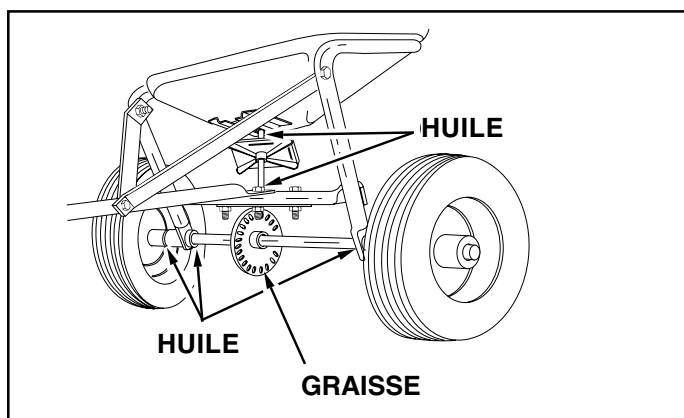

FIGURE 16
**LUBRIFICATION** (voir figure 16)